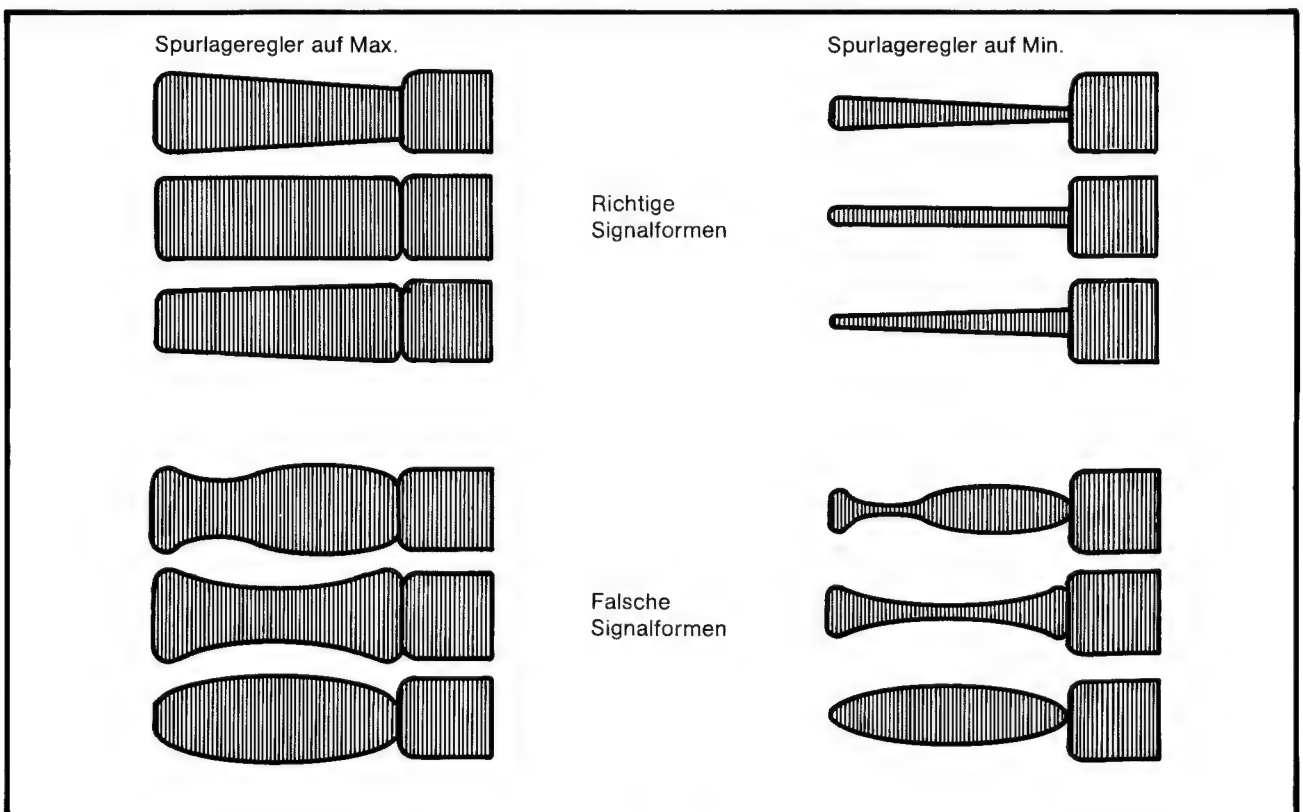

Bild 2-30
4. Die Führungsrollen so einstellen, daß das Signal der Abb. 2-30 entspricht. (Gleichmäßige Höhe des FM-Signals.)